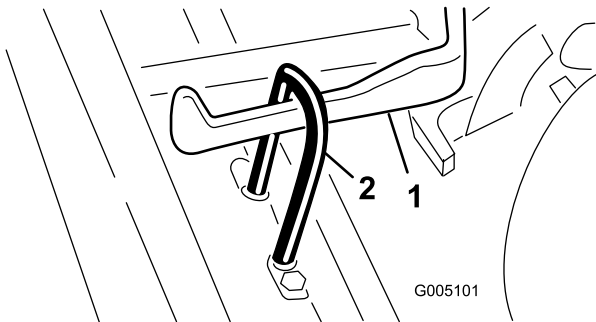

Figure 8
- Poussez le plateau de coupe sous le cadre de traction en accrochant le crochet de relevage au bras de relevage (Figure 8).